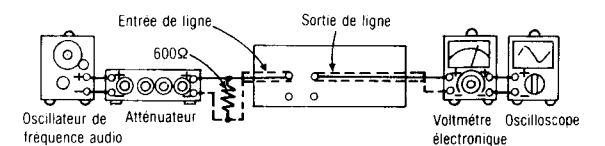

Fig. 7
1. Le raccordement de l'équipement d'essai est montré à la Fig. 7.
6. Si elle n'est pas en deçà de la normale, régler VR101 (canal de gauche) [VR102 (canal de droite)] et répéter les étapes (2), (3) et (4) jusqu'à ce que la puissance de sortie soit en deçà de la normale.